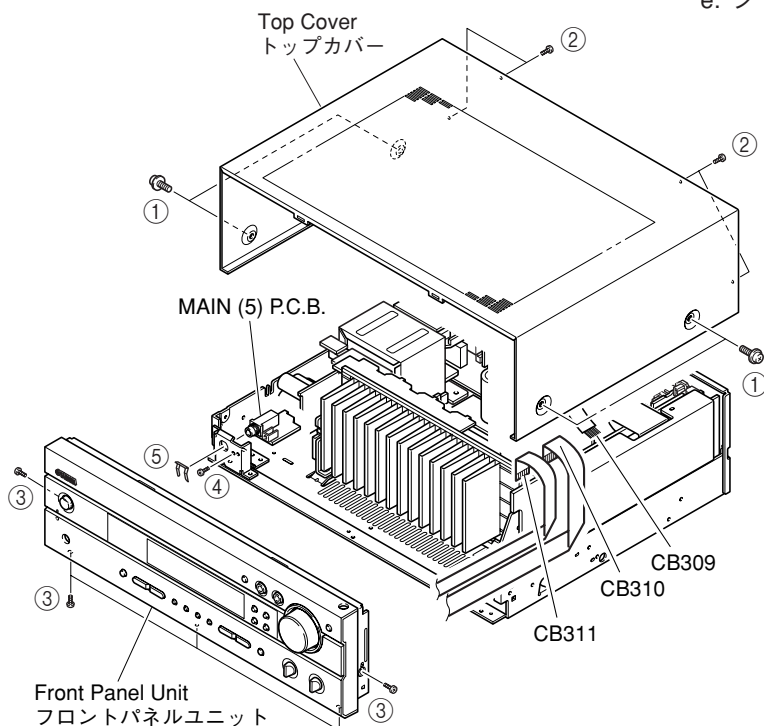

Fig. 1
- Remove 4 screws (①) and 4 screws (②). (Fig. 1)
- Slide the Top Cover rearward to remove it. (Fig. 1)
- ①のネジ4本、②のネジ4本を外します。(Fig. 1)
- トップカバーを後方へスライドさせ、取り外します。(Fig. 1)
- Remove 5 screws (③) and then remove the Front Panel Unit. (Fig. 1)
- Remove 309~311. (Fig. 1)
- ③のネジ5本を外し、フロントパネルユニットを取り外します。(Fig. 1)
- CB309~311を外します。(Fig. 1)
3. Removal of MAIN (5) P.C.B.
- Remove 1 screw (④) and then remove the Jack Stopper (⑤) upward. (Fig. 1)
- Remove the MAIN (5) P.C.B.. (Fig. 1)
3. MAIN (5) P.C.B.の外し方
- ④のネジ1本を外し、⑤のジャックストッパーを上方へ外します。(Fig. 1)
- MAIN (5) P.C.B.を取り外します。(Fig. 1)